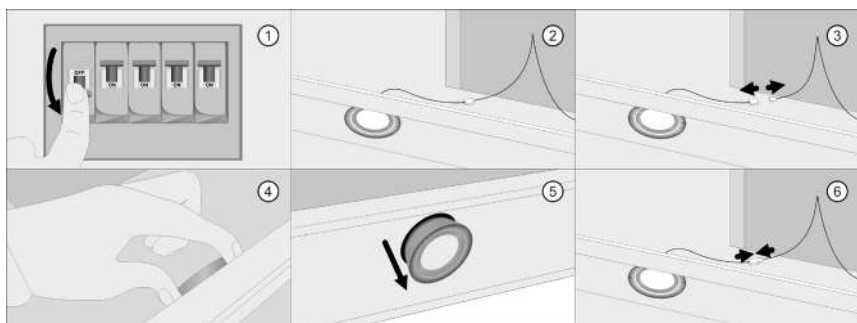

Рис. 15 Замена ламп освещения
**Перед заменой ламп следует отключить изделие от сети питания. (Рис. 15. 1)**
1. Поднять стекло вытяжки и извлечь жировой алюминиевый фильтр; (Рис. 15. 2)
тания лампы, нажав на фиксатор на нем; (Рис. 15. 3)
3. Изнутри вытяжки нащупать две фиксирующие пластины лампы, сжать их пальцами и вытолкнуть лампу вниз; (Рис. 15. 4, 5)
4. Установить новую лампу того же типа и характеристик (12 В, 1,5 Вт), и последовательно подключить к питанию. (Рис. 15. 6)